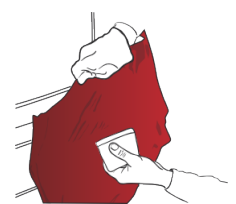

Abbildung 15
- › Gegebenenfalls die Folie wieder ablösen, erneut spannen, die konvexe Fläche vollständig bedecken und verkleben. (Abb. 15)